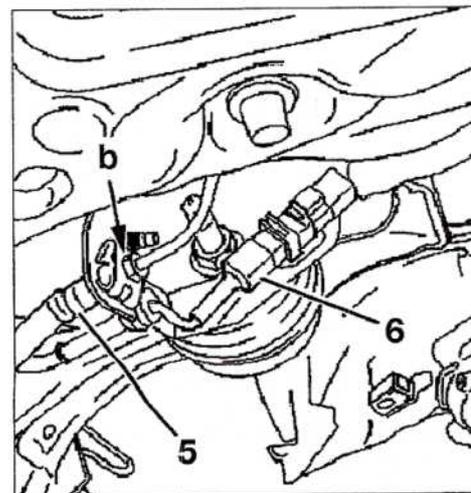

FIG. 56
- Para todos los vehículos, separar los flexibles freno (5) de las tuberías en " b "
- Taponar los orificios y sacar los conectores (Fig.56).